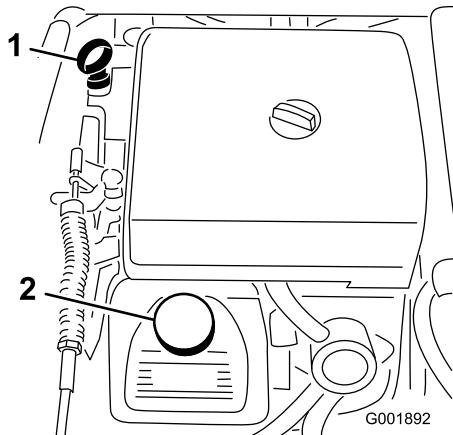

Bild 20
2. Nehmen Sie den Peilstab heraus und wischen Sie ihn mit einem sauberen Lappen ab (Bild 20). Stecken Sie den Peilstab in das Rohr und stellen Sie sicher, dass er vollständig eingeführt ist. Nehmen Sie den Peilstab heraus und prüfen Sie den Ölstand.
3. Wenn der Ölstand niedrig ist, nehmen Sie den Deckel des Einfüllstutzens von der Ventilabdeckung ab (Bild 20) und füllen Sie Öl auf, bis der Ölstand die Vollmarke am Peilstab erreicht. Angaben zur richtigen Ölsorte und zur Viskosität finden Sie unter „Warten des Motoröls“ unter Warten des Motors, Seite 43. Gießen Sie Öl langsam ein und prüfen Sie den Ölstand häufig während des Füllens. Füllen Sie nicht zu viel ein.